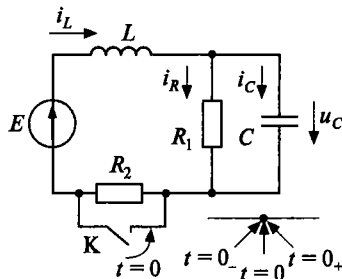

Рис. 8.1. Схема цепи с коммутирующим ключом К
*Переходным процессом* называется неустановившийся, нестационарный процесс, возникший при переходе из одного режима работы к другому. Всякие изменения и переключения в схеме называют коммутацией. В схеме рис. 8.1 в момент  $t = 0$  происходит коммутация (в данном случае замыкание ключа). Режим работы цепи изменяется и возникает переходный процесс.